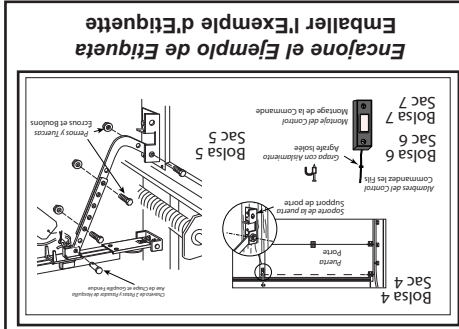

FIG. 1-1 Cajas internas. Botes internes.
Cuidadosamente quite las 3 cajas internas (Etiquetas No.1, 2 y 3) y póngalas en el piso para tener acceso fácil (Fig. 1-1).
1. Vous trouverez 4 boîtes dans l'emballage. Les boîtes sont numérotées de 1 à 4. Certains opérateurs contiennent les mêmes pièces qui sont emballés dans moins de boîtes. **Déballer soigneusement les trois boîtes internes (étiquettes 1, 2 et 3) et les placer sur le sol (Fig. 1-1).**